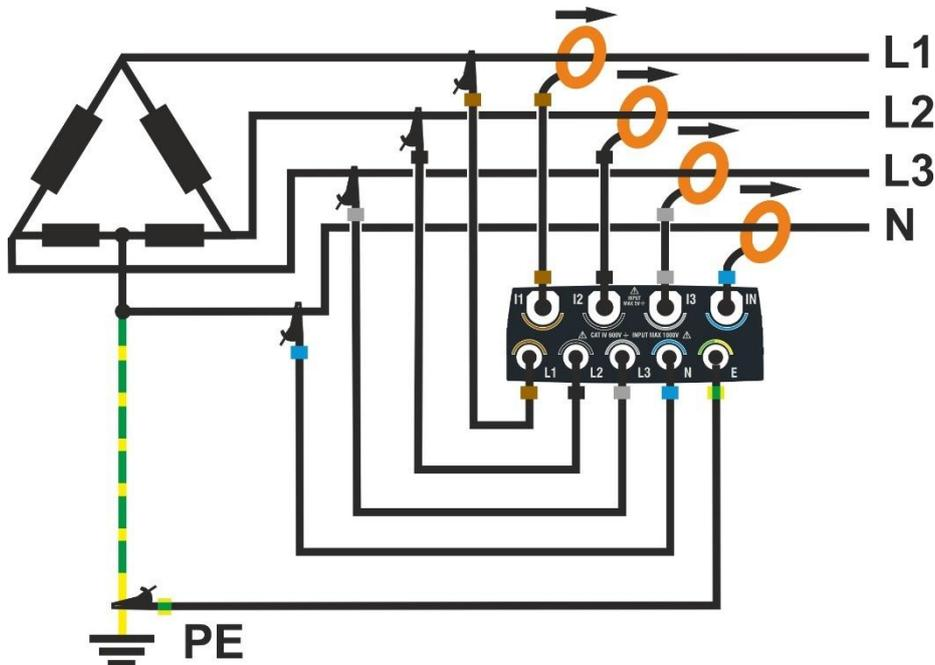

Fig. 68: Collegamento dello strumento in un sistema Trifase 4 fili 3F HL
2. Collegare i cavi di tensione sui conduttori di L1, L2, L3, N e PE come mostrato in Fig. 68. **Verificare a display l' indicazione “1-2-3” relativa al corretto senso ciclico delle fasi** (vedere § 5.1.1)